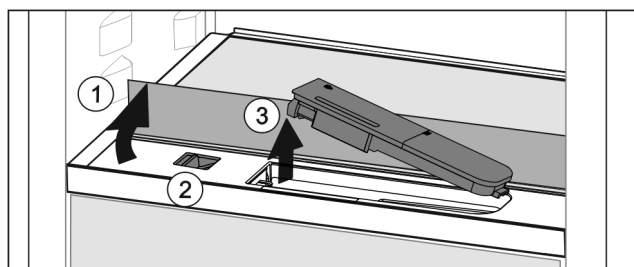

Fig. 122
- Soulever la tablette et la rabattre vers l'arrière jusqu'à la butée Fig. 122 (1).
- Pousser le curseur Fig. 122 (2) vers la gauche.
- Sortir le filtre à eau Fig. 122 (3).